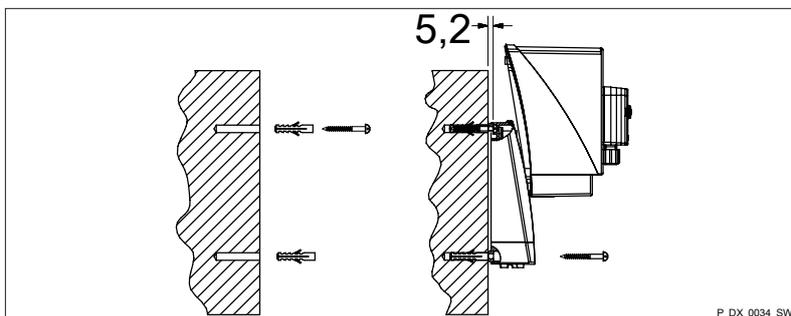

Fig. 6 : Montage sur un mur, position « parking » - Cotes en mm (pas à l'échelle).
2. ➤ Percer les trous avec un \varnothing de 8 mm et insérer les chevilles fournies - voir Fig. 6 .